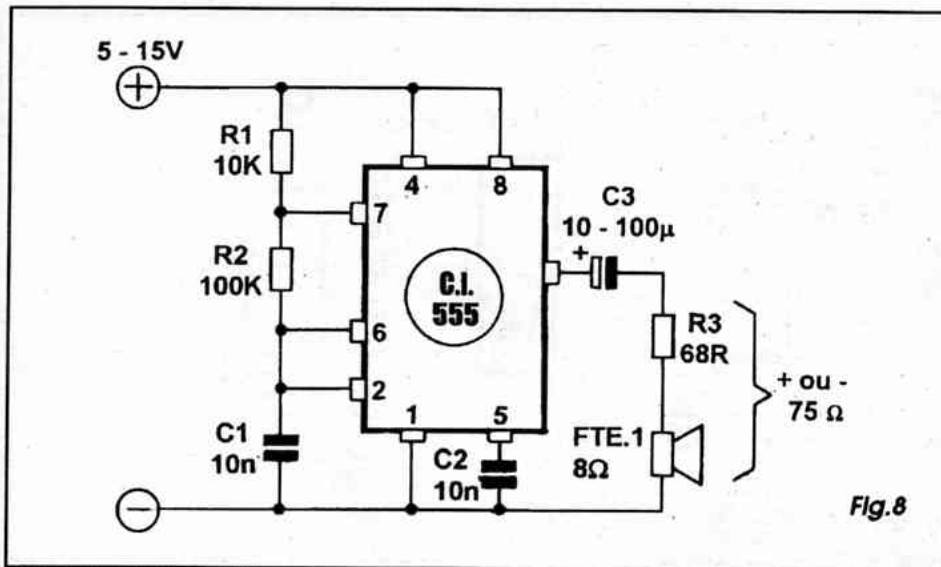
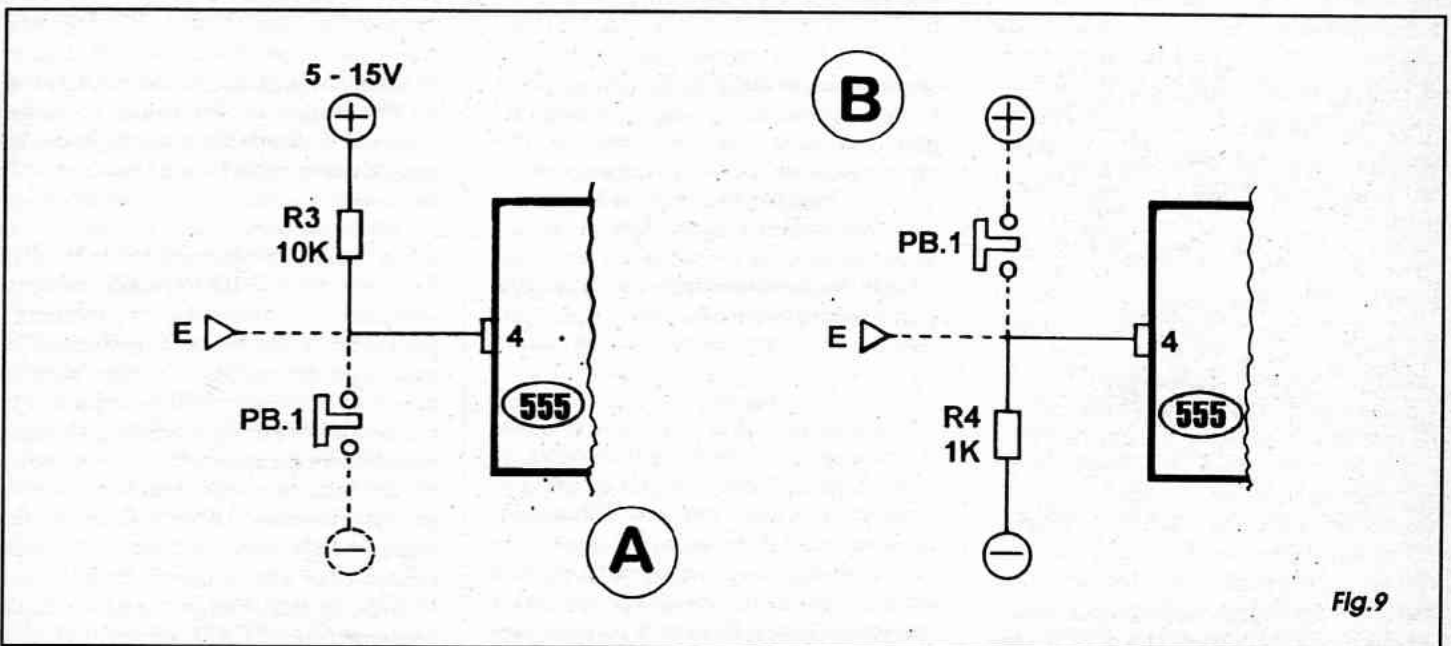
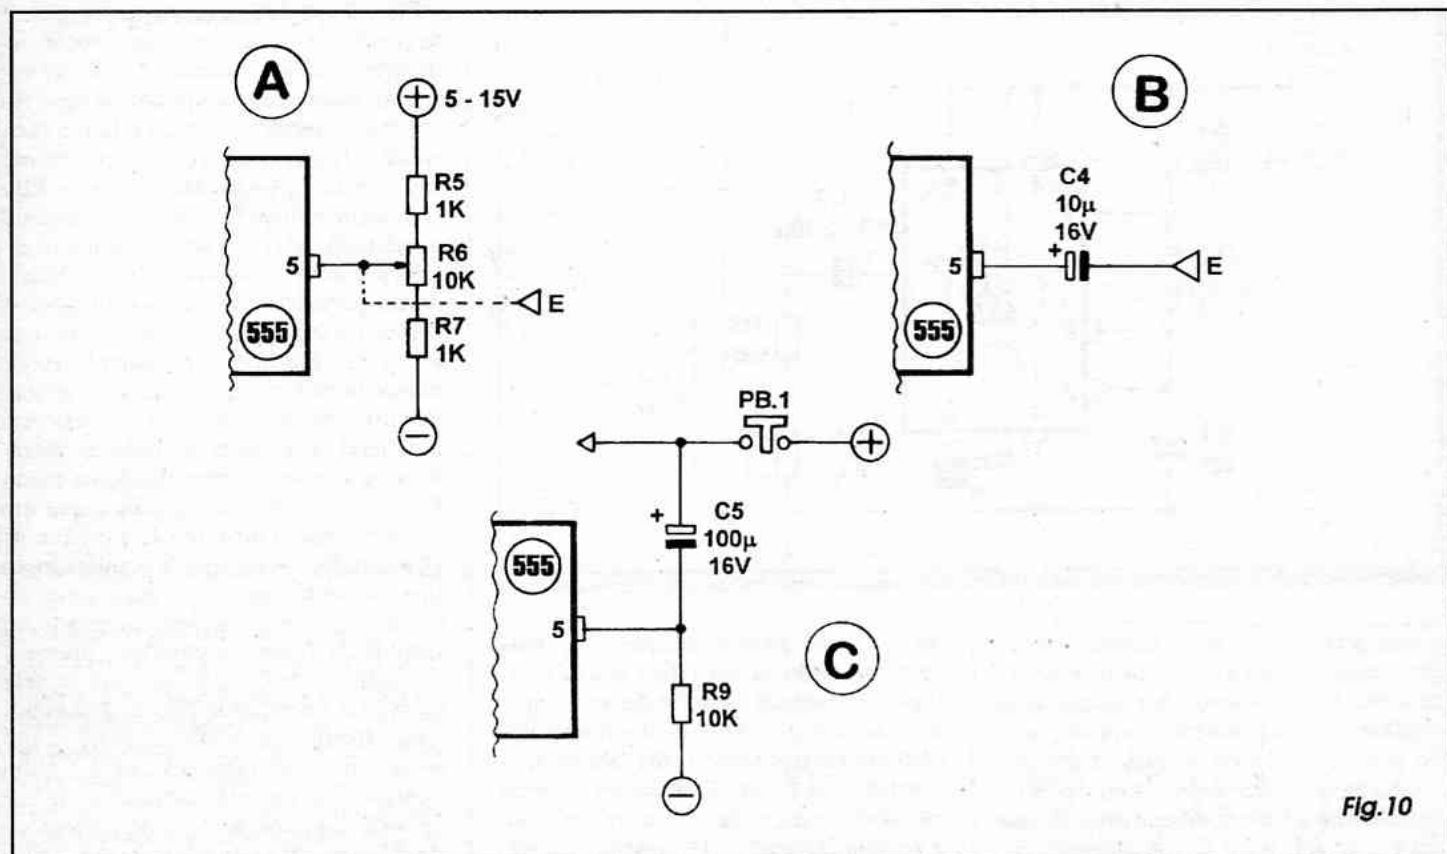

Fig.8
Fig.9
Fig.10
- FIG. 8 - Com a possibilidade de se aplicar integrados de baixo custo aos circuitos mais simples, a elaboração de geradores diretos de som, desde os mais elementares até os mais sofisticados ficou ao alcance do estudante e do hobbysta, num grau de facilitação nunca antes alcançado! As montagens resultam grandemente simplificadas, sintetizadas, reduzidas em componentes e ligações... Um circuito já tradicional no gênero é o mostrado, com um integrado 555 na sua função de astável... Detalhes técnicos e teóricos do circuito já foram vistos pelo caro leitor/aluno na distante aula do ABCDE que tratou justa-
- FIG. 9 - O 555, através do seu pino 4 (que não foi visualmente mencionado no diagrama básico anterior...) pode ter sua função osciladora controlada ou até (crucamente...) *modulada*, com relativa facilidade! No item A vemos um arranjo simples no qual pressionando-se PB1 (um *push-button* Normalmente Aberto) a oscilação pára, ou seja: o som que estava presente na saída do circuito cessa, assim permanecendo enquanto durar a pressão sobre o *push-button*. Notar que é possível também um controle totalmente eletrônico, já que um nível de tensão próximo de zero volt (ou seja: em potencial próximo ao da linha do **negativo** da alimentação) aplicado ao ponto E inibe a oscilação, enquanto que um nível de tensão próximo ao **positivo** da alimentação (+5 a +15 V), aplicado ao mesmo ponto, autoriza a geração do sinal sonoro. Já no arranjo mostrado no item B da figura, a condição prévia é invertida: a oscilação *apenas ocorre* quando o interruptor PB1 está pressionado, ficando proibida enquanto o dito *push-button* permanecer *solto*... Num controle puramente eletrônico, se for aplicado ao ponto E um nível correspondente ao **positivo** da alimentação, o som surge, enquanto que, aplicando-se ao dito ponto um nível de tensão próximo a zero volt, a oscilação cessa, assim permanecendo enquanto durar o sinal, inibidor ou autorizador aplicado ao tal terminal de controle E... Observar que nos dois itens da FIG. 9, estamos pressupondo que o restante do circuito está como no esquema básico (FIG. 8).
- **FIG. 10** - Nos arranjos das figuras anteriores, uma modulação *crua*, tipo tudo ou nada, pode ser obtida pela aplicação de um sinal em forma de onda quadrada ou retangular, composto de pulsos bem definidos... Entretanto, se uma real modulação for requerida, as alterações proporcionais de frequência podem ser obtidas pela aplicação de níveis de tensão ao pino 5 do 555 (caso em que, normalmente, não se coloca o capacitor C2 visto na **FIG. 8**). No item **A** vemos que esse nível de *tensão de controle* tanto pode ser aplicado através de um divisor, no caso formado pelos resistores **R5** e **R7**, mais o potenciômetro **R6** (através do qual torna-se prática a variação manual do dito nível de controle...), quanto por um sinal (nível) externo ao ponto **E**, proveniente de qualquer outro arranjo circuitual ativo ou passivo, capaz de gerar ou oferecer tensões entre o *zero* e o equivalente ao **positivo** da linha de alimentação do oscilador... O item **B** mostra uma forma simples de se aplicar modulação de frequência num oscilador básico com 555 (sempre supondo que o arranjo básico do dito oscilador está como na **FIG. 8**...). Através do capacitor **C4** o pino 5 do integrado pode receber - por exemplo - um sinal oscilatório externo, normalmente de frequência *menor* do que a nominal no circuito do 555, que modulará, influenciará, a frequência bá-
sinais produzidos pelo 555, ao alto-falante. No caso, um transformador de saída, do tipo normalmente usado em circuitos transistorizados, executa o casamento de impedâncias (super-importante para o bom aproveitamento e baixa distorção, conforme já aprendemos em aulas anteriores da presente série...). O capacitor C4 faz o trabalho de bloqueio de C.C. (igual à função do componente em semelhante posição, na FIG. 8). Nesse tipo de arranjo torna-se desnecessário o resistor limitador em série com a carga, com o que podemos reaver a parte da potência perdida nos acoplamentos mais simples, já mostrados... Um lembrete final: em todos os exemplos típicos até agora mostrados, especialmente considerando os circuitos com 555, a tensão geral da alimentação deve ficar dentro dos parâmetros aceitos pelos componentes (5 a 15 V, para o 555) e, de um modo geral, a potência sonora final obtida é sempre proporcional a essa tensão de alimentação... A velha Lei de Ohm diz que uma corrente também maior sobre uma resistência fixa, e como a potência é função tanto da corrente quanto da tensão...